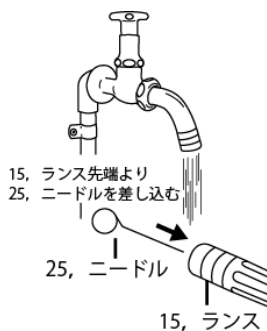

図 12
- ⑯ 15, ランス先端が目詰まりした場合は、25, ニードルを使用して目詰まりの原因物を洗い流してください(図12参照)。